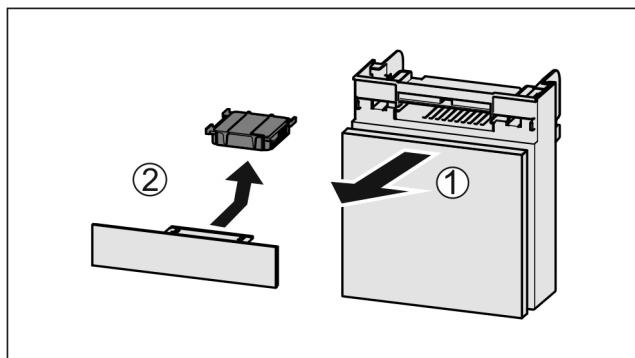

Fig. 151
- ▶ Издърпайте Fig. 151 (1) напред от отделениято.
- ▶ Извадете Fig. 151 (2) филтъра с активен въглен.